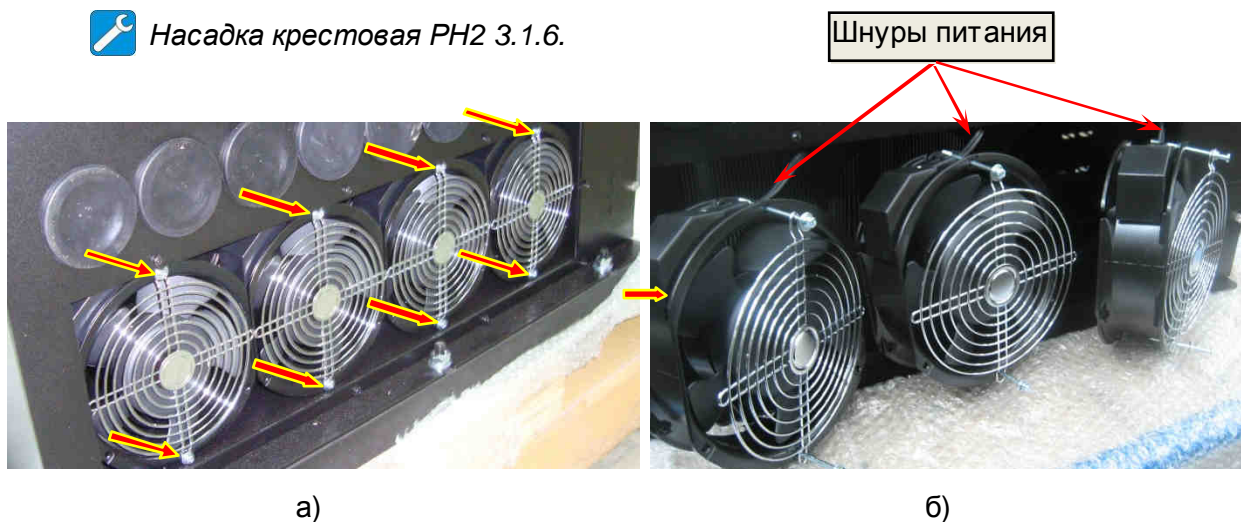

Рис. 6.9.
6.8.1. Выкрутить восемь винтов крепления вентиляторов охлаждения радиатора (рис. 6.9а) и положить их в тару.
6.8.2. Достать из корпуса вентиляторы, отключить шнуры питания (рис. 6.9б), демонтировать решётки вентиляторов и положить в месте с вентиляторами в тару.